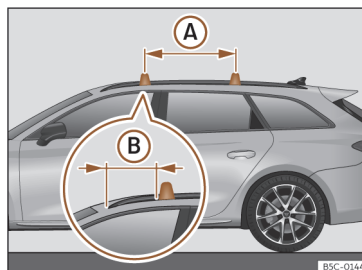

**Fig. 200** Pontos de fixação das barras longitudinais para a bagageira do tejadilho (Leon Sportstourer).
*Válido para Leon Sportstourer:* As barras transversais montam-se nas barras laterais do tejadilho >>> **Fig. 200.** A distância entre barras transversais (A) deverá ser 75 cm e a distância